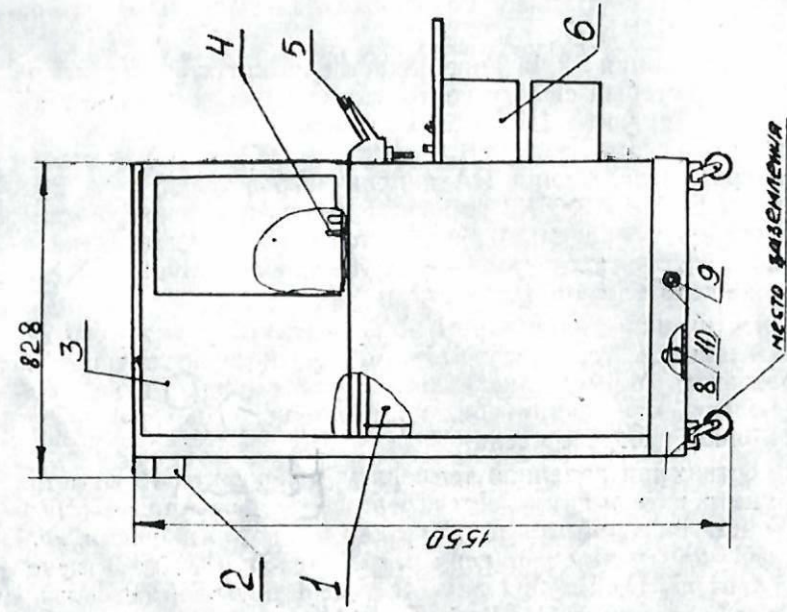

Рис. 1. Общий вид термостата
4.1. Общий вид термостата изображен на рис. 1. Термостат состоит из собственного термостата 1, вытяжного зонда 3 с патрубком 2, пульта управления 6, оптического устройства 5. В левой нижней части термостата расположены сливные трубы 9, при повороте гайки 10 на два оборота осуществляется слив масла в специальный резервуар.